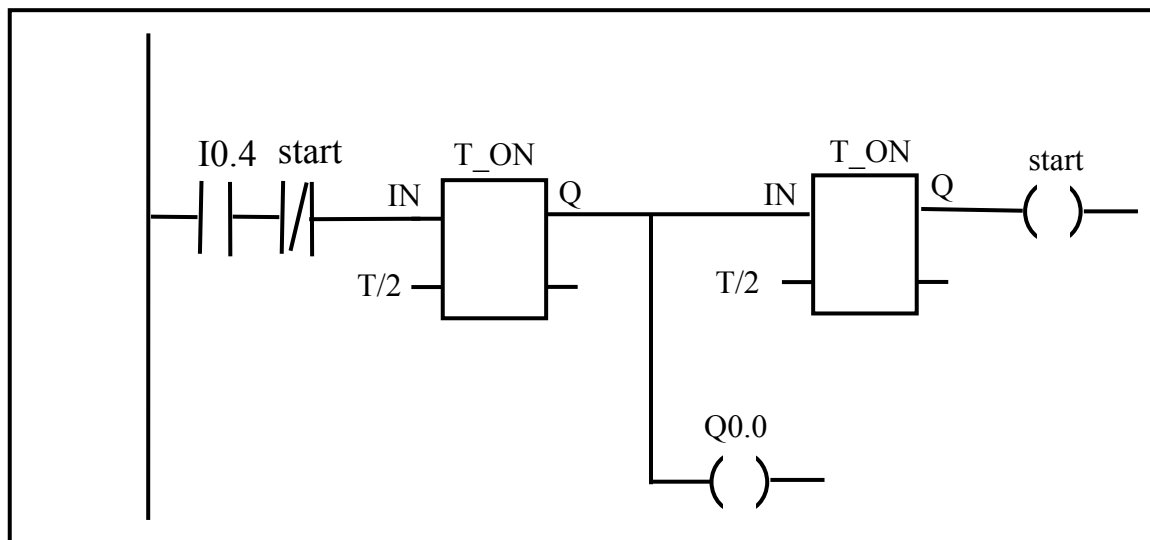

Figura 35
La Figura 35 mostra il programma realizzato. La variabile start è una variabile appartenente all'area di memoria (ad esempio M20.0), che serve per realizzare l'andamento periodico del segnale. La variabile start deve essere inizializzata a FALSA (0). I timer T\_ON (l'uscita del timer assume il valore dell'ingresso dopo il tempo di ritardo associato al timer) hanno una durata di  $T/2$ .